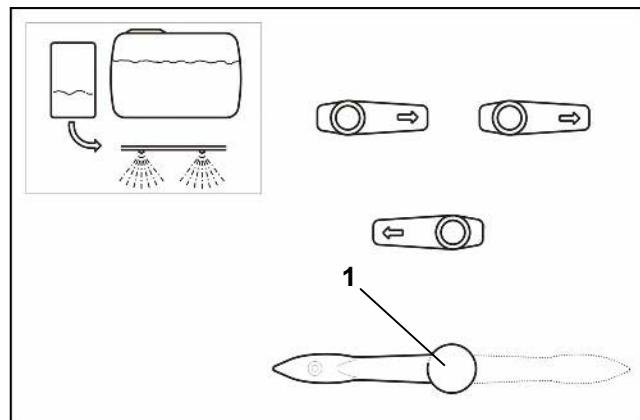

Рис. 7.19
- Кран (Рис. 7.19/1) установите в положение «Промывать» („Spülen“).